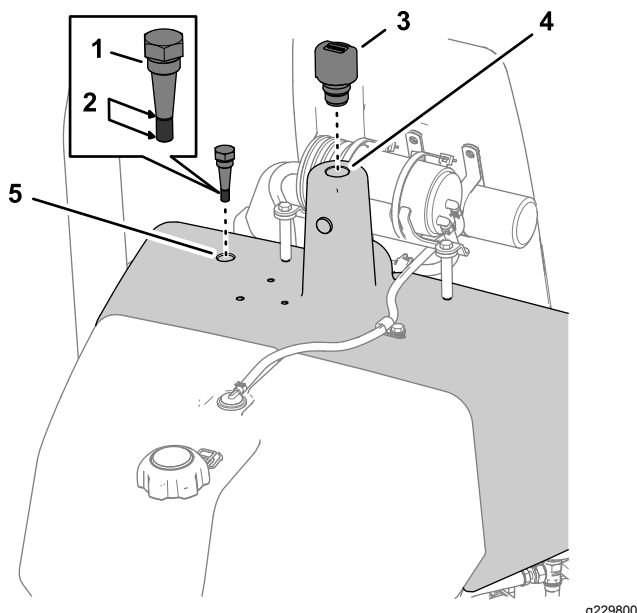

图51
3. 拧开液压油箱顶部的量油尺将量油尺擦拭干净插入后再次取出 图51。
4. 如果量油尺上没有油请从液压油箱的加油颈上取下盖子 图51 将指定液压油缓慢地加入到液压油箱中直至液位达到量油尺凹槽上请参阅 更换液压油和过滤器 (页码 32)。
5. 将量油尺和通气孔装入液压油箱 图51。